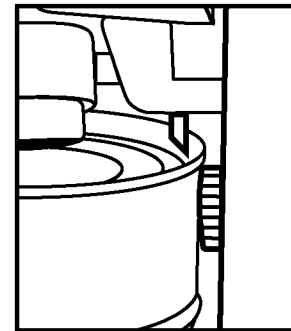

Figura 2
- 3 Coloque la lata de manera que la parte inferior del borde de la lata reste sobre la rueda de tracción. Asegúrese que la hoja cortante este en el lado interior del borde de la lata como se muestra en la figura 2.